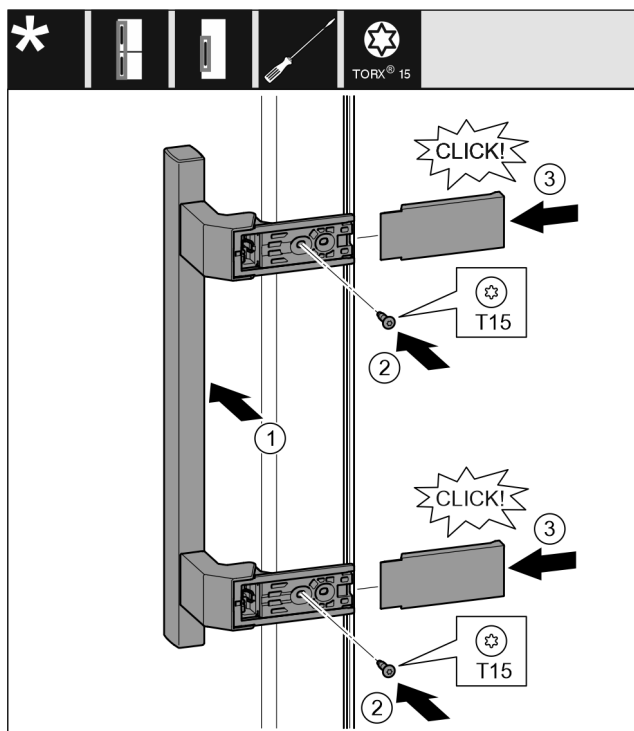

Fig. 20
- ▶ Pange käepide vastasküljel kohale. Fig. 20 (1)
- ▶ Keerake kruvid kruvikeerajaga T15 kinni. Fig. 20 (2)
- ▶ Pange katted küljel kohale ja lükake peale. Fig. 20 (3)